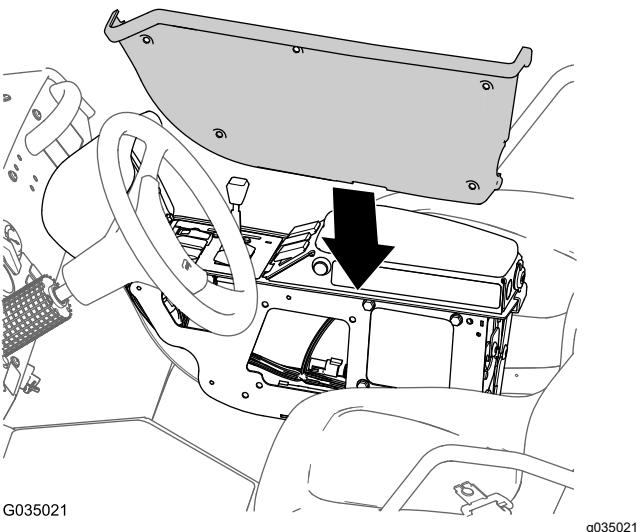

Рисунок 119
6. Совместите крышку, снятую при выполнении пункта 3 в разделе Прокладка жгута проводов для отсечного контура насоса опрыскивателя \(страница 58\), с левой стороной центральной консоли (Рисунок 119).